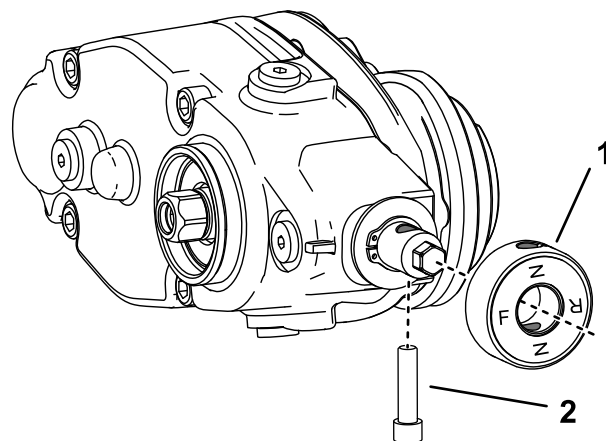

Рисунок 16
3. Если вы устанавливаете механическую щетку с левой стороны машины, выполните следующие действия (Рисунок 16):
- B. Снимите узел ручки сцепления и переверните его на 180 градусов (Рисунок 16).